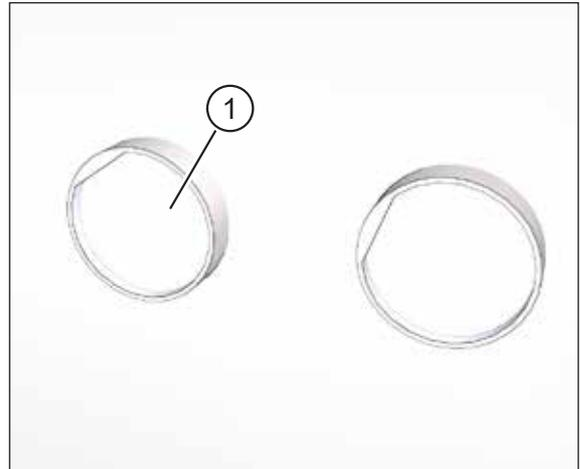

Abb. 69: Montageset außen verputzt
- ▶ Entfernen Sie beide Putzschutzhülsen (Pos. 1 in Abb. 69).